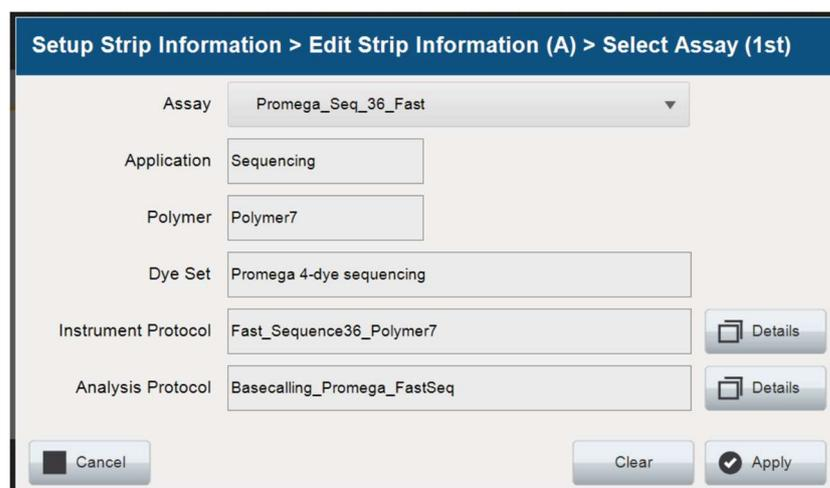

図 88 Select Assay 画面からの Instrument と Analysis Protocol の確認
6. 選択した assay に関連する Instrument Protocol や Analysis Protocol の設定は、これらのフィールドの横にある **Details** を選択することで確認できます。(図 88)